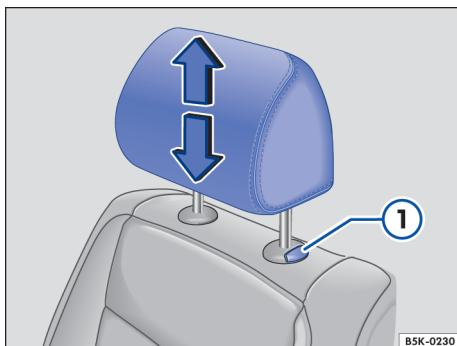
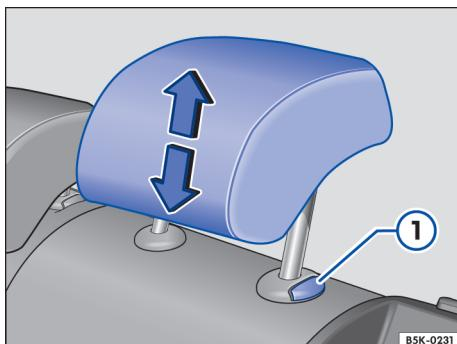

图 61 调整前排座椅头枕
图 62 调整后排座椅头枕
- 沿箭头方向上推或向下压头枕，必要时按住按钮 → 图 61 ① 或 → 图 62 ① → ⚠，在主题引言中，见第 60 页。